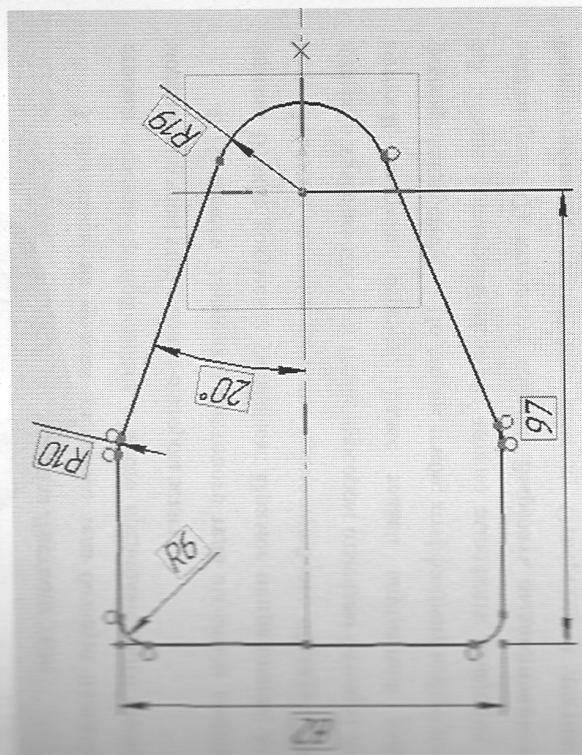

Рис. 45. Эскиз листового тела
1. Создаем новый файл типа «Деталь» и называем его «Листовая деталь». В плоскости ZX строим эскиз листового тела (рис. 45).